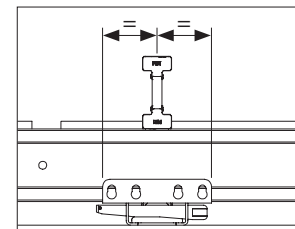

Fig. B2.07a
Le travi VT 20K (5b) devono essere disposte centralmente sulla rispettiva testa per tavoli TK (26). (Fig. B2.07a)